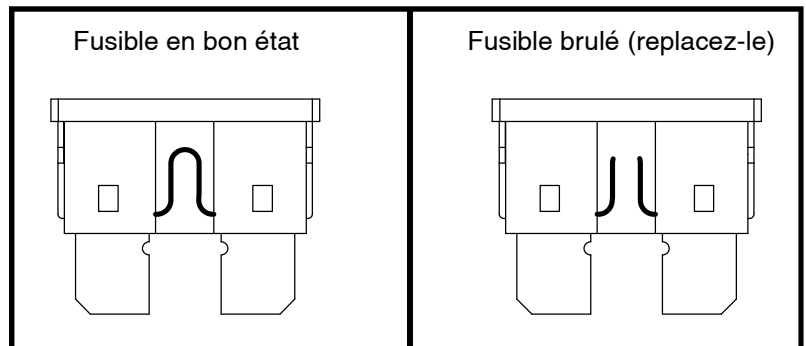

Figure 20. Le remplacement des fusibles
2. Examinez-le pour vérifier s’il est brûlé. **Voir la figure 20.**